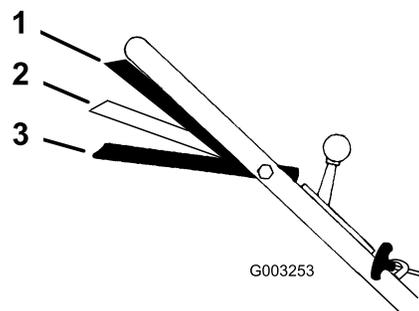

Figure 17
1. Placez la commande de vitesse de déplacement en position point mort (N) ( ).
3. Serrez la barre de commande contre le guidon en position Marche/déplacement (Figure 17).
**Remarque:** Ne changez pas de vitesse lorsque vous serrez la barre de commande contre le guidon en position Marche/déplacement au risque d'endommager la transmission. Placez la barre de commande en position Marche/changement (Figure 17) pour changer de vitesse de déplacement.
**Remarque:** Vous pouvez varier la vitesse de déplacement en éloignant plus ou moins la barre de commande du guidon. Abaissez la barre de commande pour ralentir la machine quand vous tournez ou si la machine avance trop rapidement à votre goût. Si vous baissez trop la barre de commande, la machine n'avance plus. Rapprochez la barre de commande du guidon pour accroître la vitesse de déplacement. Lorsque vous maintenez la barre de commande serrée contre le guidon, la machine avance à la vitesse maximale. Placez la commande de vitesse de déplacement en position Point mort (N) lorsque vous utilisez la machine le long de bordures pour de simples rattrapages de coupes et chaque fois que vous la laissez sans surveillance.